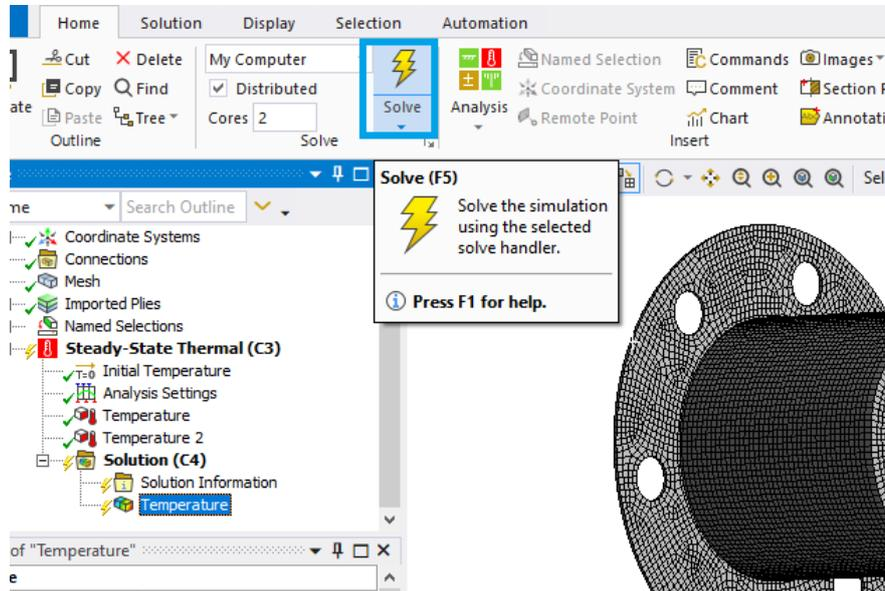

Рис. 30. Запуск расчета
15.4. Запускаем расчет, нажав кнопку *Solve* (рис. 30). Примечание: при запуске расчета может появиться предупреждение о том, что модельная группа имеет слишком длинное имя пути, но на расчет это не повлияет.